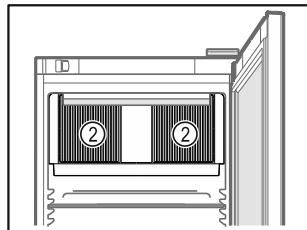

Fig. 81
- No obstruir la ranura de ventilación Fig. 81 (2) del ventilador de recirculación de aire del interior.